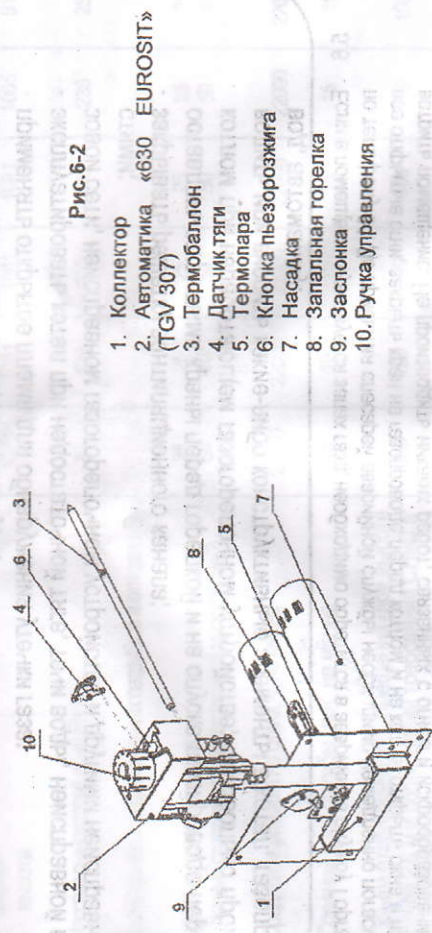
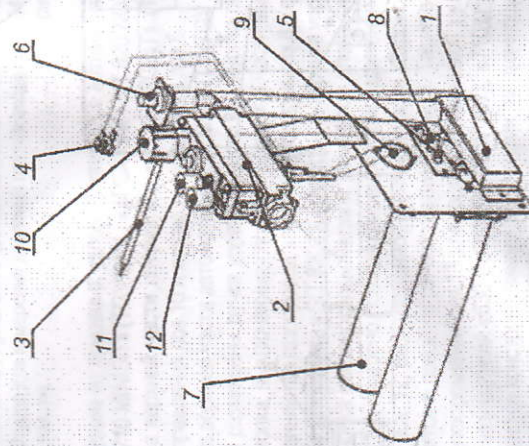

Рис.6-2
Рис.6-4
6.3. Котел представляет собой сборную конструкцию, состоящую из теплообменника поз. 1, тягостабилизатора поз.2, УГ с автоматикой безопасности «630 EUROSIT» (TGV 307) (основные узлы и детали УГ показаны на рис. 6-2), автоматикой безопасности «710 MINISIT» (TGV 310) (основные узлы и детали УГ показаны на рис. 6-6) или УГ с автоматикой безопасности «АРБАТ» (основные узлы и детали УГ показаны на рис. 6-4), автоматикой безопасности «SIT 820 NOVA» (основные узлы и детали показаны на рис.6-7), боковых стенок поз.4 и поз.5, щита поз.6 и двери поз.7. В левой верхней части щита установлен термометр.
6.4. Газ через трубу подвода газа или подводу газовую сифонную поступает в устройство газореполчное далее из коллектора поз.1 (см.рис. 6-2, 6-4 и 6-6), через сопла истекает в насадки поз.7 основной горелки, частично инжектируя воздух для горения. Вторичный воздух поступает через щелевые отверстия, расположенные в днище котла.
На верхней части автоматики «630 EUROSIT» (TGV 307) поз.2 (рис.6-2) размещены ручка управления поз.10 и кнопка пьезорозжига поз.6.
На верхней части автоматики «710 MINISIT» (TGV 310) поз.2 (рис.6-6) и «АРЕАТ» поз.2 (рис.6-4) размещены ручка управления поз.10, кнопка пьезорозжига поз.6, кнопка пуска поз.11 и кнопка, выключающая поз.12. К нижней части вышеречисленных видов автоматики присоединяются газопровод запальной горелки поз.8, термолпара поз.5 и провода датчика тяги поз.4.